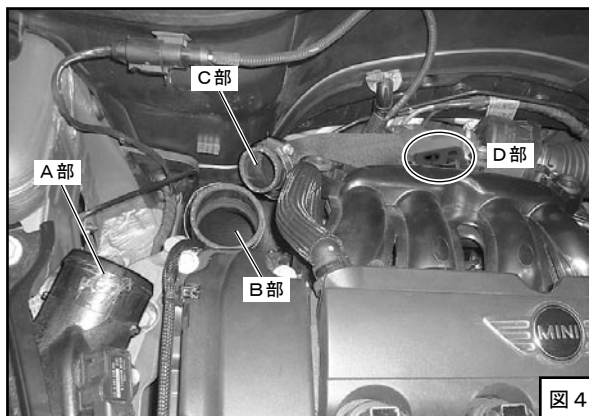
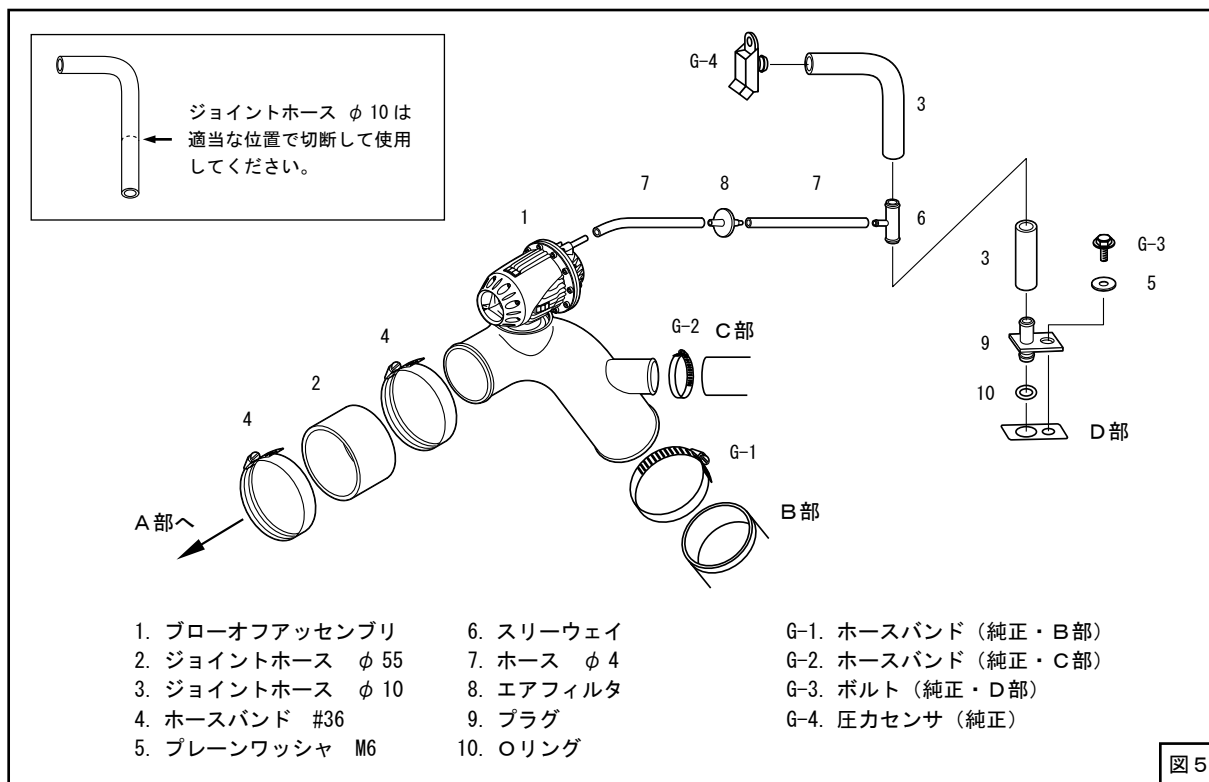

図4
図5
(1) キットパーツを仮付けしてください。(図4、図5)
ホース φ 4は適当な長さに(ある程度余裕を持たせて)切って使用してください。(図5)
- (3) ブローオフアセンブリのニップル部に取付けたホースφ4をタイラップ(小)で縛り、固定してください。(図5、図6)